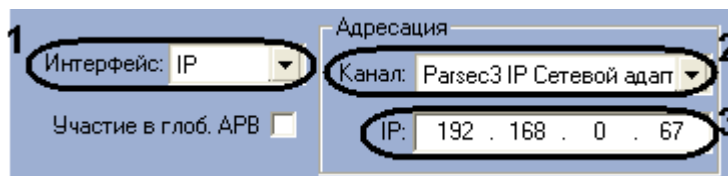

Рис. 3.6—1 Настройка прямого подключения
В ПК **Интеллект** настройка прямого подключения контроллеров осуществляется на панели настроек соответствующего контроллера (Рис. 3.6—1).
1. Из раскрывающегося списка **Интерфейс:** выбрать значение **IP** (Рис. 3.6—1, 1).